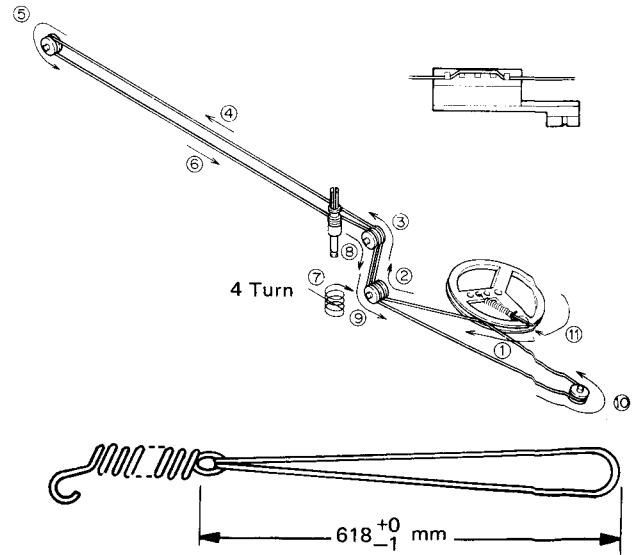

Figure 2-1
1. Turn the drum fully clockwise, and set the cord in the numerical order from 1 to 11 as shown in Figure 2-1.
1. Die Trommel bis zum Anschlag im Uhrzeigersinn drehen, und die Schnur in der in Abbildung 2-1 gezeigten numerischen Reihenfolge von 1 bis 11 spannen.
1. Faire tourner complètement, dans le sens des aiguilles d'une montre, le tambour, et installer le fil dans l'ordre numérique de 1 à 11 comme indiqué dans la Figure 2-1.